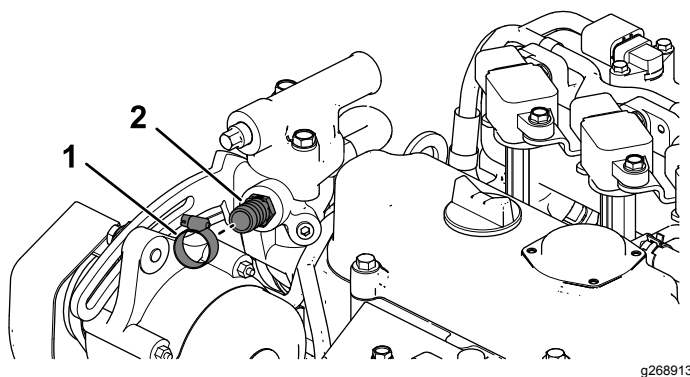

Figura 13
- B. Instale el acoplamiento recto (5/8") con una abrazadera (Figura 13).